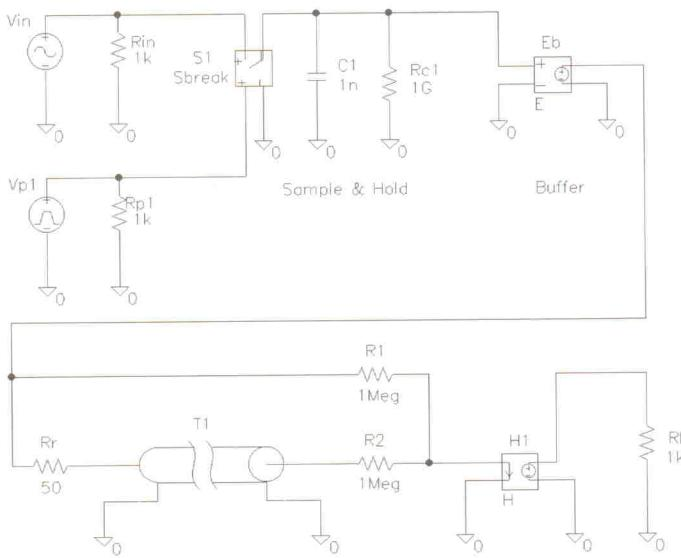
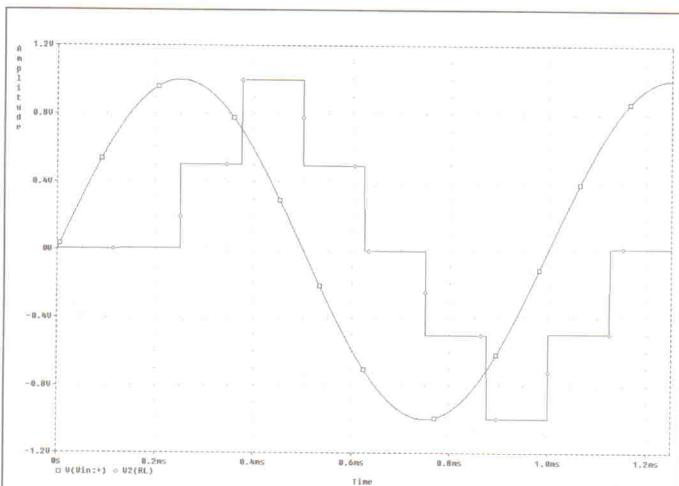

Bild 40. Oversampling analog nachgebildet mit PSpice-Elementen.
Bild 41. 2fach-Oversampling-Signal in Probe.
Listing 21. Die .cir-Datei zum Oversampling-DAU aus Bild 40.
Nun zur Simulation (Listing 21) – man soll schließlich kritisch sein: Das ‘digitale Filter’ wird hier anstatt mit Addierern, Flipflops und ähnlichem mit analogen Leitungen nachgebildet (Bild 40). Das Ergebnis ist allerdings dasselbe, wie die Darstellung der Simulation in Probe zeigt (Bild 41). T1 ist eine ideale analoge Übertragungsstrecke, bei der sich verschiedene Parameter wie Impedanz (Z_0) und Verzögerungszeit (TD), relative Wellenlänge (NL) sowie die Frequenz für NL (F) einstellen lassen. Filter dieser Art werden übrigens auch in der Realität eingesetzt,